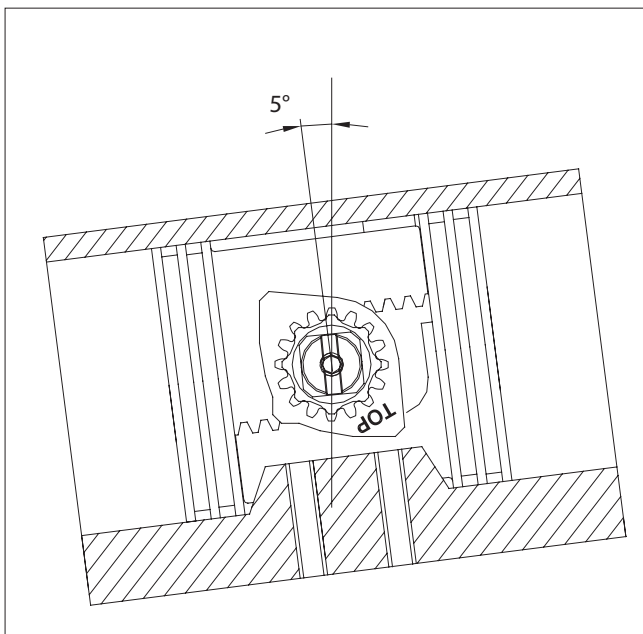

Abb. 13.
- H. Der Positionsanzeiger (19) wird vorübergehend auf dem Schaft (60) installiert, um festzustellen, ob der richtige Hub erreicht wurde. Achten Sie darauf, dass sich der Schlitz oben auf dem Positionsanzeiger (19) mindestens 4° über die senkrechte 90°-Mittellinie und mindestens 4° über die 0°-Horizontallinie des Stellantriebsgehäuses hinaus gehend dreht (siehe Abb. 13). Wenn der richtige Hub nicht erreicht wird, müssen die Kolben ausgebaut werden und alle Schritte ab Schritt 2d wiederholt werden. Nach Überprüfung des richtigen Hubs wird der Positionsanzeiger (19) wieder abgebaut.